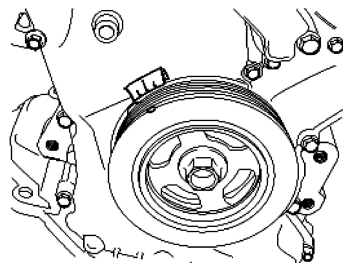

图 9-25 设置 1 号气缸活塞于 TDC 位置
① 顺时针转动曲轴链轮，并对齐凹槽和下部正时链盖的正时标记“T”，如图 9-25 所示。